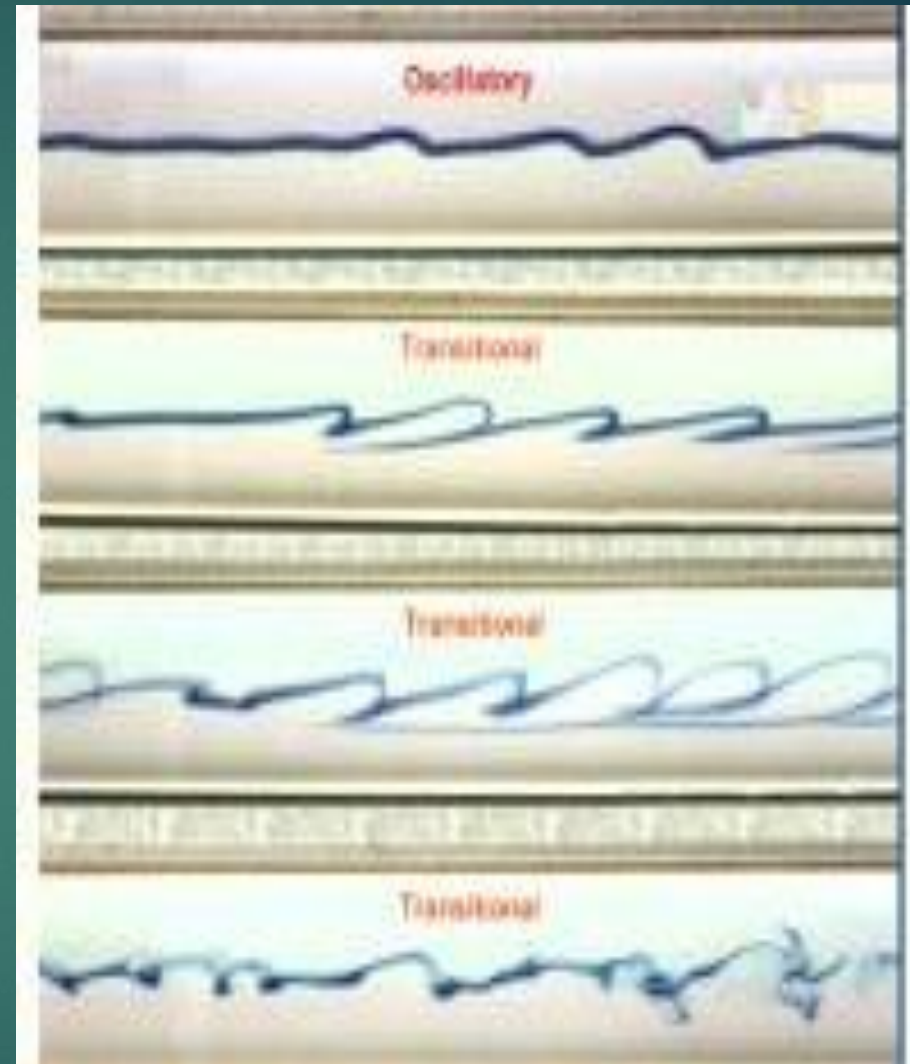

Figura 12
- ▶ Para vazões intermediárias o fluido apresenta leves flutuações no espaço e tempo, neste caso o escoamento esta numa fase de *transição* entre laminar e turbulento (Figura 12).